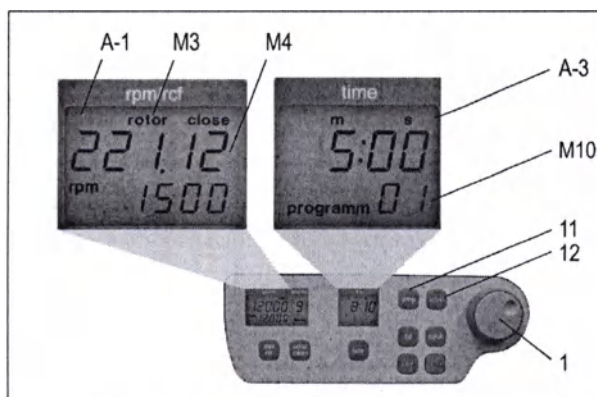

Рисунок 21
Установите требуемый ротор в центрифугу. После нажатия кнопки «prog» [программа] (11) на дисплее «time» [время] (A-3) появится слово «program» [программа] (см. Рисунок 21). Вращая верньер (1), выберите необходимый номер программы.
Если номер уже занят, то на дисплее «rpm/rcf» [об/мин / центробежное ускорение] (A-1) появятся слова «rotor» [ротор] (M3) и «22х.хх» (M4) (см. Рисунок 21). В случае, если номер свободен появится 0.